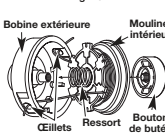

Fig. 19
1. Enfilez les deux extrémités de fil de coupe dans les œillets de la bobine extérieure. Installez le ressort dans le moulinet intérieur. Insérez le moulinet intérieur dans la bobine extérieure. Poussez le moulinet intérieur dans la bobine extérieure (Fig. 19).